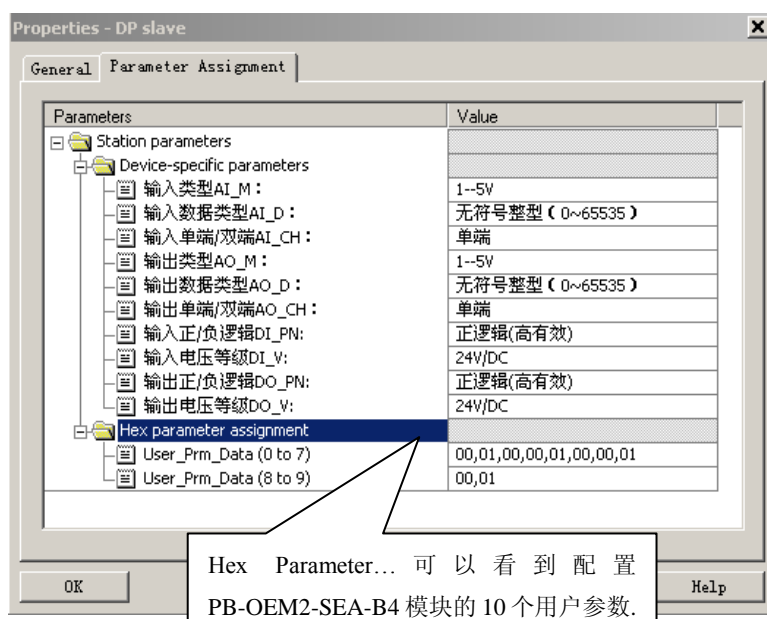

图 6-5 可以看到配置 1AI+1AO 模块的 7 个用户参数
- ① 图 6-5: 可以看到配置 PB-OEM2-SEA-B4 模块的 10 个用户参数: 00,01,00,00,01,00,00,01,00,01。
- ② 第 1~6 参数: 00, 01, 00, 00, 01, 00, 对应上面的配置: 输入类型 AI_M: 1~5V、输入数据类型 AI_D: 无符号整型 (0~65535)、输入单端/双端 AI_CH: 单端、输出类型 AO_M: 1~5V、输出数据类型 AO_D: 无符号整型 (0~65535)、输出单端/双端 AO_CH: 单端。
- ③ 第 7~10 参数: 00, 01, 00, 01 对应上面的配置: 输入正/负逻辑 DI_PN: 正逻辑 (高有效)、输入电压等级 DI_V: 24V/DC、输出正/负逻辑 DO_PN: 正逻辑 (高有效)、输出电压等级 DO_V: 24V/DC。
- ④ 如果依照菜单改变配置, 第 1~10 用户参数也会改变。